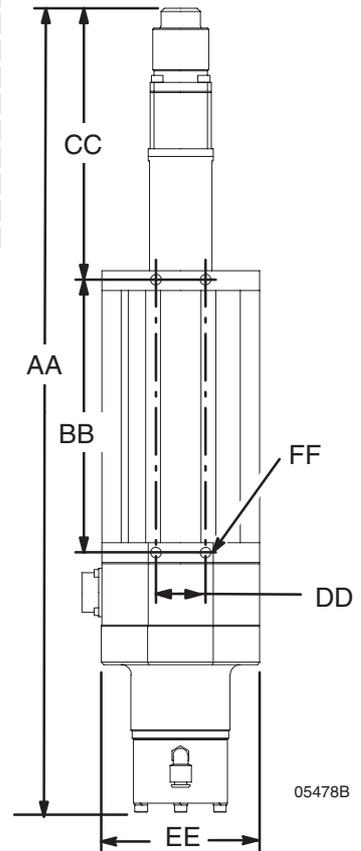

Fig. 1
1. Monte la válvula dosificadora. Consulte las dimensiones de los orificios de montaje en la Fig. 1.